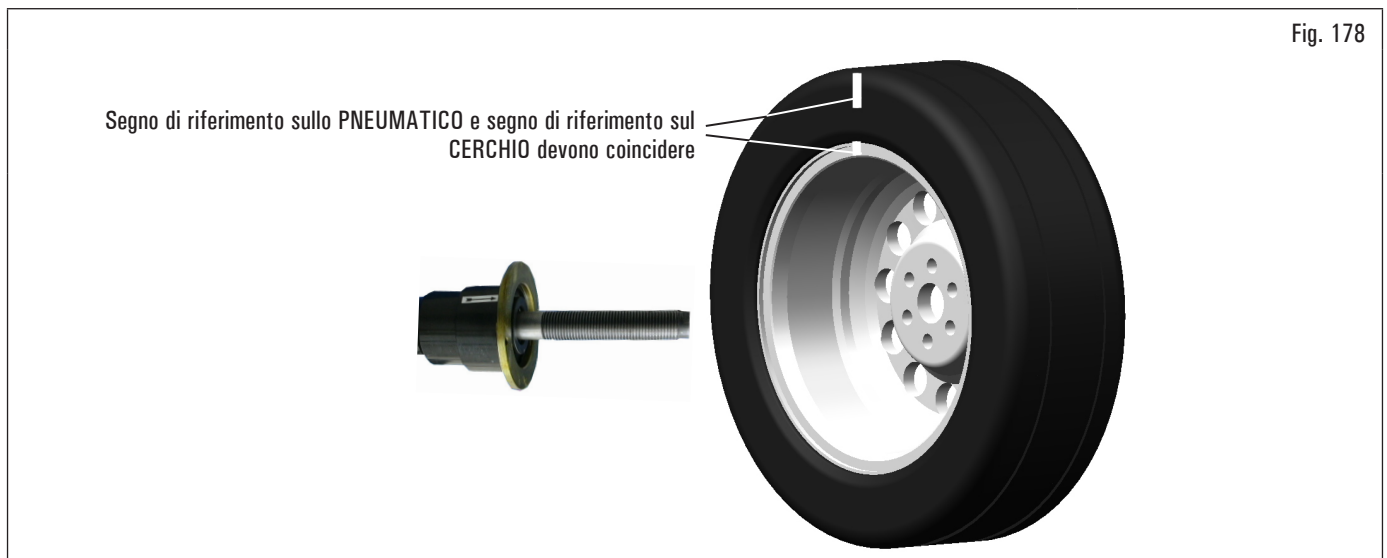

Fig. 178
PASSO 4. Togliere la ruota dall'equilibratrice. Smontare lo pneumatico e rimontarlo sul cerchio in modo da portare i due segni di riferimento (cerchio e pneumatico) a coincidere. Rimontare la ruota sull'equilibratrice (vedi Fig. 178) con i due segni di riferimento in corrispondenza della freccia sulla flangia.